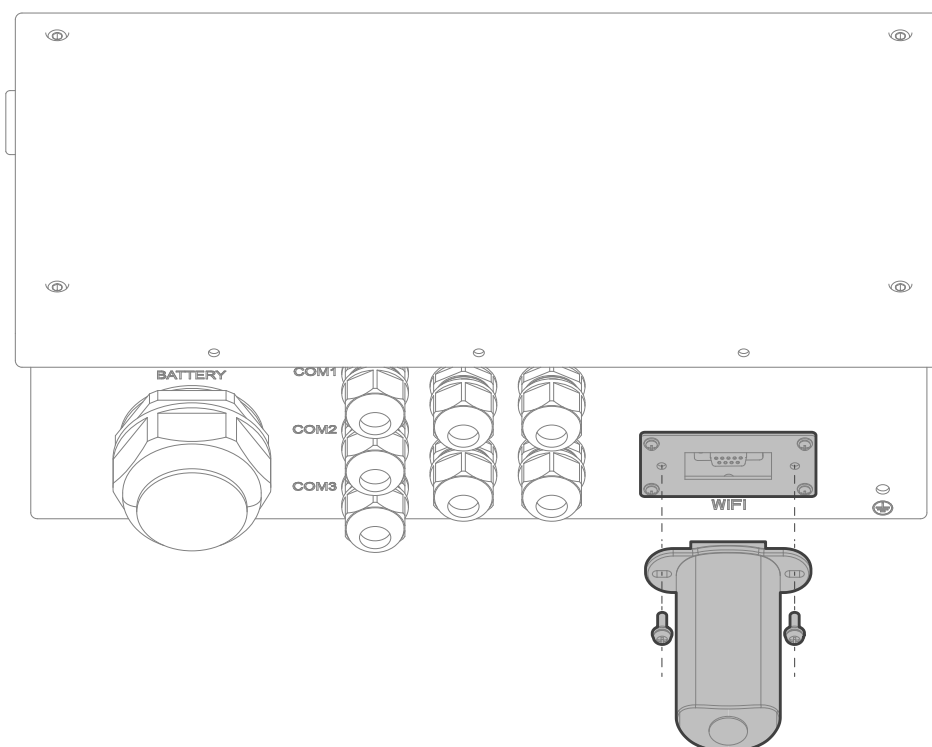

Figura 39: Conectando el Dongle Wi-Fi al Sol-Ark 8K-2K-L
- Ensamblar la carcasa y conectar el dongle al Sol-Ark. Asegurar con tornillos (véase la figura 39). Se observará una luz roja sólida y posteriormente una luz verde después de un par de minutos.